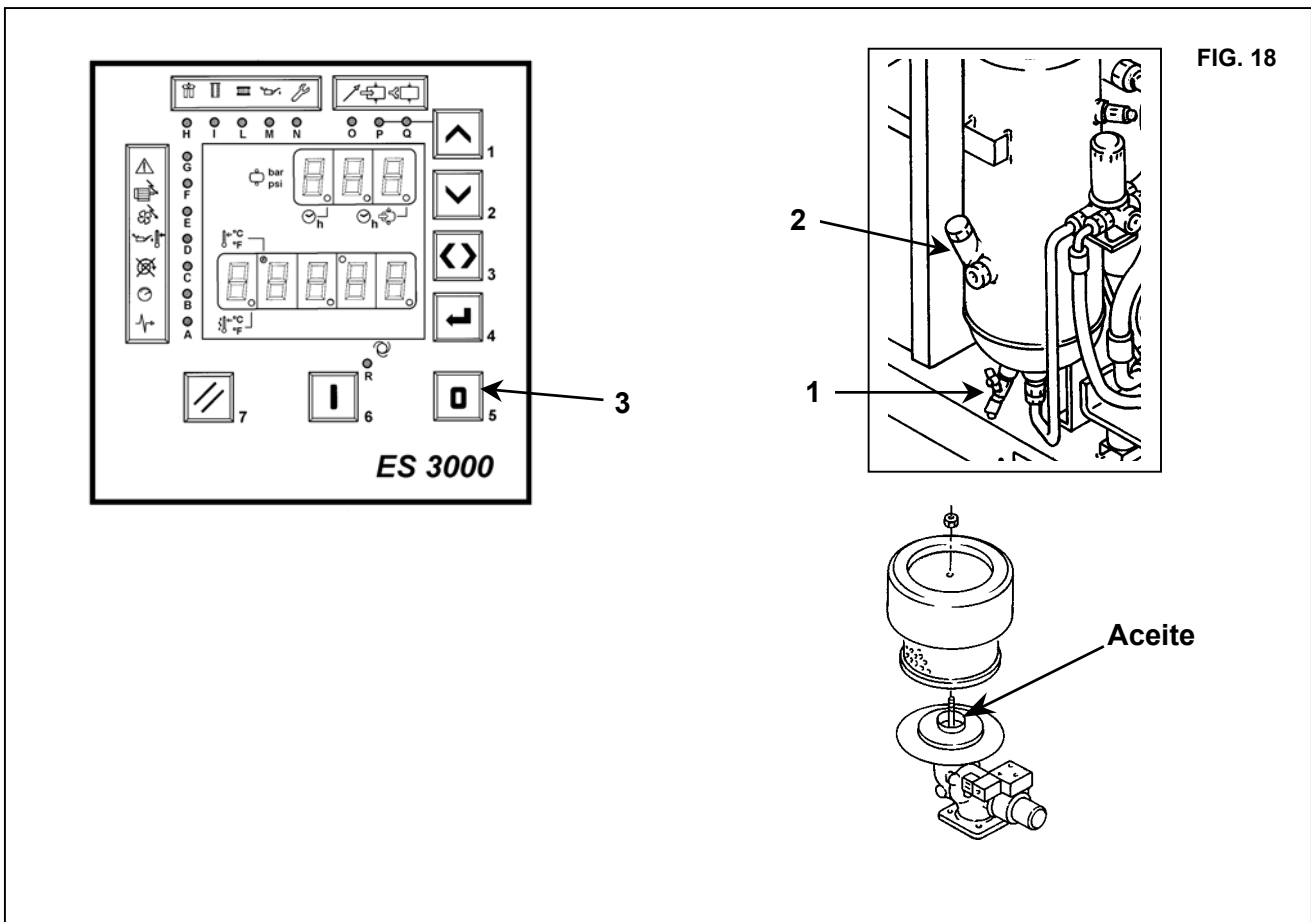

FIG. 18
Después de haber descargado el aceite usado de la máquina Ref. 1 Fig. 18.
- Llenar el depósito de aceite hasta alcanzar el nivel MÁX. Ref. 2- fig.18.
- Una vez transcurrido 1 minuto aproximadamente apagar la máquina pulsando "STOP" (Ref. 3 Fig. 18). Tras algunos segundos de funcionamiento en vacío la máquina se apagará.